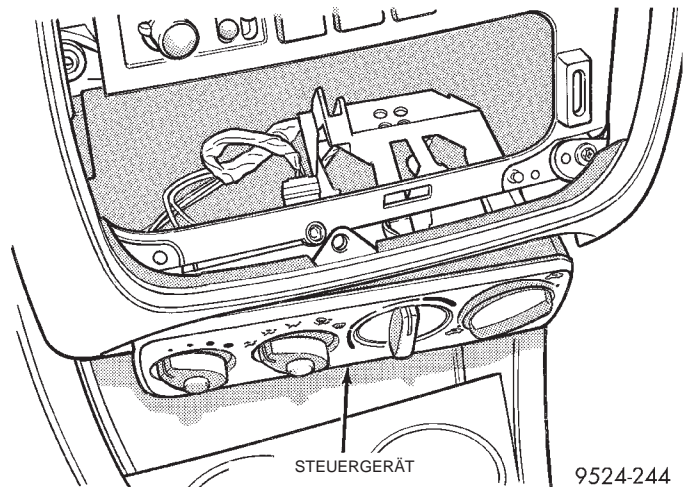

Abb. 31 Steuergerät in der Blendenöffnung
(4) Abdeckung des Kombiinstrument einige Zentimeter weit abhebeln, so daß die Befestigungsschrauben der Blende des Ablagefachs/Zigarettenanzünders zugänglich sind.
(5) Blende des Ablagefachs/Zigarettenanzünders ausbauen und Verdrahtung abklemmen.
(6) Befestigungsschrauben des Steuergeräts lösen.
(7) Steuergerät in die Öffnung der Blende des Ablagefachs/Zigarettenanzünders ablassen (Abb. 31) und die Verdrahtung auf der Rückseite des Steuergeräts abklemmen.